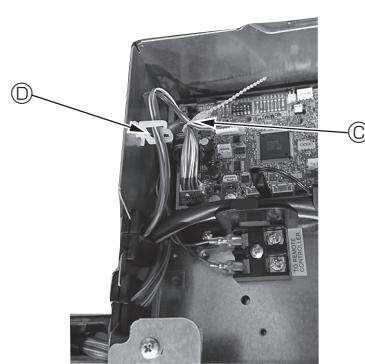

Fig. 10-14
- Überschüssiges i-see-Sensor- und Signalempfänger-Kabel im Elektro-Kasten in den Kabelclip (siehe Abbildung) legen und die Kabel zusammen mit dem Kabelbinder sichern. (Fig. 10-14)